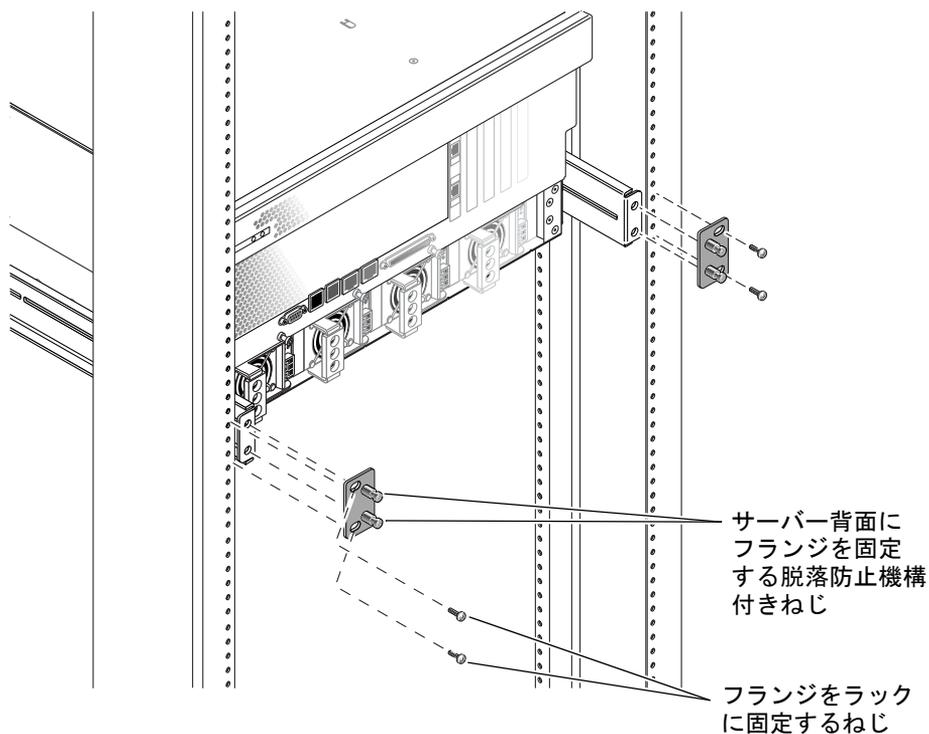

図 3-5 ラックへのサーバー背面の固定
9. ラックの背面で、2 本の脱落防止機構付きねじを使用して、サーバーに取り付けた背面固定部品に 2 つの背面固定フランジを固定します (図 3-5 を参照)。
10. 各背面固定部品にねじを 2 本ずつ使用して、背面固定部品をラックの背面に固定します (図 3-5)。